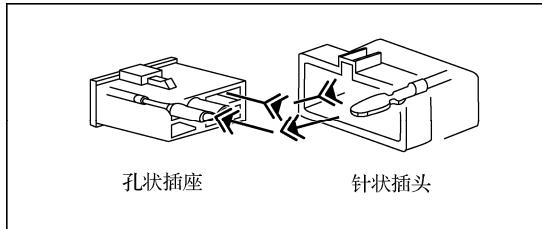

图 3-8 插接器连接
⑦ 插接器，针状插头和孔状插座对接，并用图标“囧”表示线束插头插接方向，如图 3-8 所示。